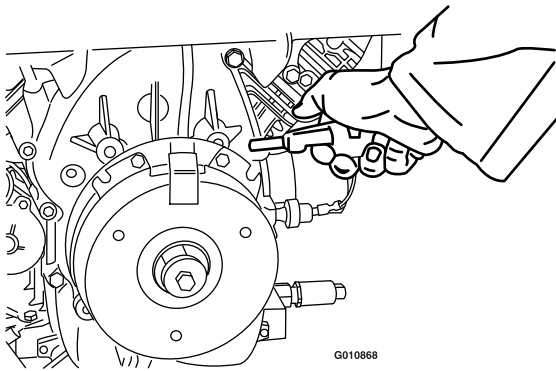

Figure 82
3. Soufflez de l'air comprimé sous le pôle et autour des entretoises du frein pour éliminer tout débris (Figure 82).